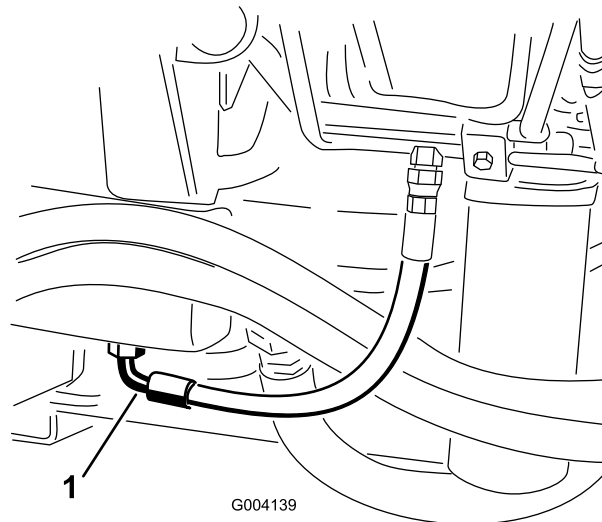

Figura 56
2. Coloque um recipiente de escoamento grande debaixo da união presa à parte de baixo do reservatório do fluido hidráulico (Figura 56).